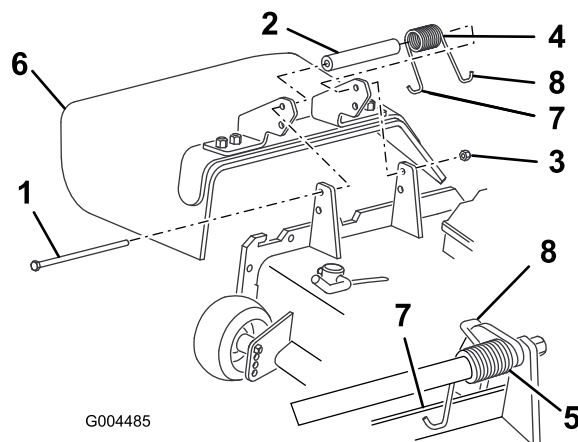

Figura 25
2. Retire a porca de bloqueio, o parafuso, a mola e a cunha que fixam o deflector aos apoios de articulação (Figura 25). Se o deflector de relva estiver danificado ou gasto, retire-o.
3. Coloque a anilha e a mola entre os suportes de substituição do deflector de relva (Figura 25). Coloque a extremidade esquerda em gancho J da mola por trás da extremidade do cortador.
Nota: Certifique-se de que a extremidade esquerda em gancho J da mola está por trás da extremidade do cortador antes de colocar o parafuso como se mostra em Figura 25.
4. Coloque o parafuso e a porca. Coloque a extremidade direita em gancho J da mola à volta do deflector de relva (Figura 25).